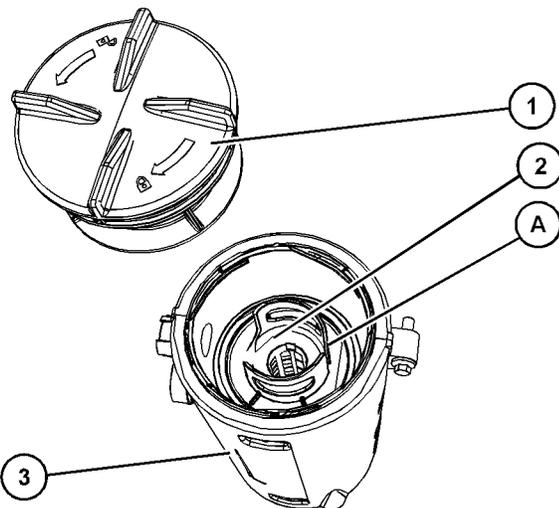

Abbildung 63
4. Die alte Dichtung (4) entfernen und neue Dichtung einsetzen.
5. Neues Filterelement in das Entlüftergehäuse (3) installieren und das Filterelement auf die Position (A) ausrichten. Siehe Abbildung 63. Die Position (A) am Filterelement an Position (B) am Deckel ausrichten.